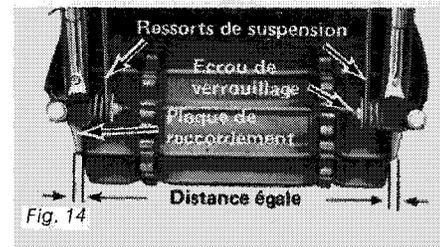

Fig. 14
2. Réglez la tension en tournant les boulons de réglage vers la droite pour l'augmenter et vers la gauche pour la diminuer. Assurez-vous que les deux côtés sont réglés de façon égale. (Voir Fig. 14).
Le moteur en marche, faites tourner **lentement** la chenille. Vérifiez si elle est bien centrée et si elle tourne de façon égale sur les roues dentées arrière. La distance entre les bords de la chenille et les plaques de raccordement doit être la même des deux côtés. (Voir Fig. 14). Un mauvais alignement peut être cause d'usure prématurée des bords de la che-